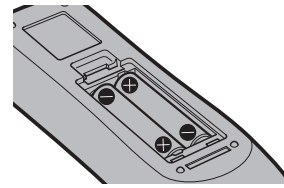

Figura 2
- 2) **Introduzca las pilas y cierre la tapa (introduzca primero el lado \ominus). (Figura 2)**